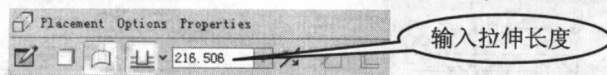

图 1-15
- (11) 对于拉伸来说, 可以在操控面板中输入拉伸长度, 如图 1-15 所示。